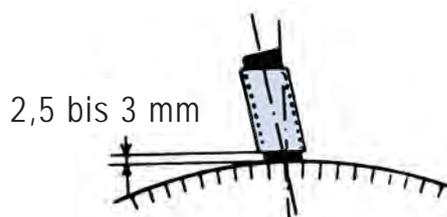

FIG. 1
- Passen Sie den Abstand zwischen Bürstenhalter und Kommutator auf 2,5 bis 3 mm (Fig. 1) an.